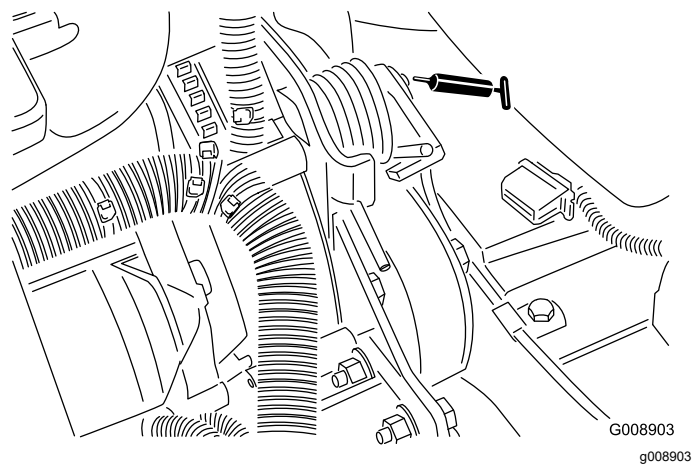

Figure 40
- Pivot de tension de courroie (Figure 40)